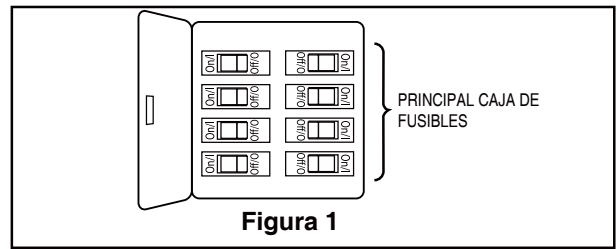

Figura 1
Caja de perfil bajo (Figura 1)
1. Antes de realizar el ensamblaje, separe y guarde las bolsas de accesorios en el empaque. Afloje el tornillo de fijación de la semiesfera para lograr que ésta pueda desplazarse libremente por el barral. Retire el pasador del barral y luego extraiga la semiesfera. Conserve el pasador y la semiesfera para su reinstalación en el Paso 6 (Figura 1).
Para evitar una posible descarga eléctrica, asegúrese de cortar la alimentación eléctrica de la caja de fusibles principal antes de colgar el ventilador. (Figura 1) **NOTA:** Si no está seguro de si la caja de salida tiene conexión a tierra, pida consejo a un electricista certificado, ya que debe tener conexión a tierra para un funcionamiento seguro.
Para evitar una posible descarga eléctrica, asegúrese de cortar la alimentación eléctrica de la caja de fusibles principal antes de colgar el ventilador. (Figura 1)
1. Coloque el aspa sobre el soporte de aspas con los pilotes roscados a la vista. Asegúrese de que la parte inferior del aspa se encuentre bien apoyada sobre el soporte. Con un destornillador Phillips, fije los tornillos de cabeza troncocónica de 3/16"-24 x 11 mm y arandela fibra para asegurar la placa en el brazo de sujeción de las palas. (Figura 1)
1. Instale los acopladores y las cadenas de encendido/apagado. (Figura 1)